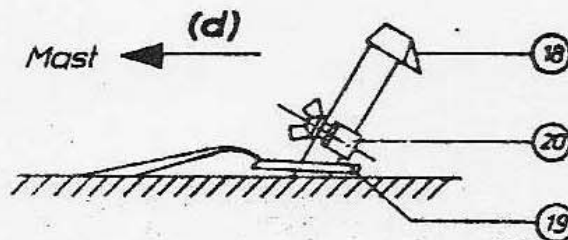

Bild 21
- 2. Richtfunker schlägt mit Hammer an den 4 festgelegten Punkten E (Bild 3) je 1 Erdnagel (18) so ein, daß die Nase vom Mast wegzeigt (Bild 21).
- Je Erdnagel eine Abspannplatte (19) einhängen.
- Lassen sich bei gefrorenem oder felsigem Boden die Erdnägel nicht vollständig einschlagen, so sind die Abspannplatten (19) so tief wie möglich durch Schellen (20) zu sichern (Bild 21).